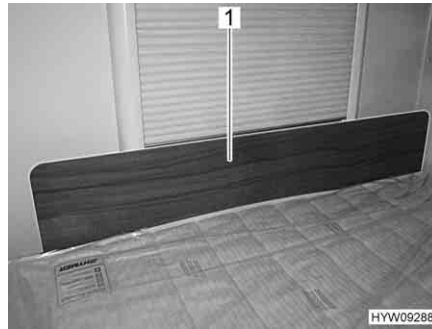

Fig. 68 Pannello di protezione/protezione anticaduta
- Inserire il pannello di protezione (Fig. 68, 1) davanti alla finestra, tra il materasso e il telaio della finestra. L'effetto di serraggio del materasso mantiene il pannello di protezione in posizione, davanti al telaio della finestra.